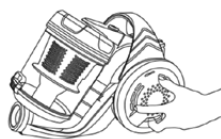

Fig. 4
1. Rotiți cu capacul roții stângi în sensul contrar acelor de ceasornic și desprindeți-l (Fig. 4).